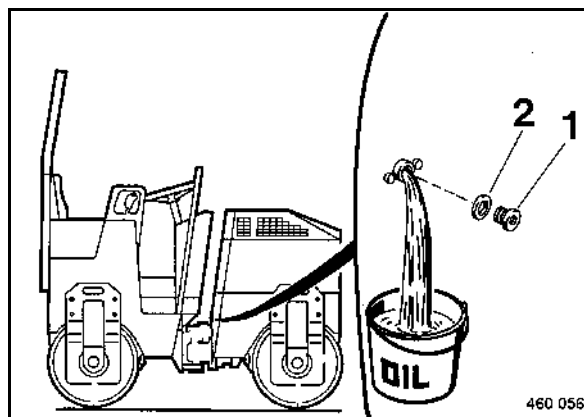

fig. 101
- Dévisser le bouchon de vidange (1) (fig. 101) et recueillir l'huile dans un récipient approprié.
- Revisser le bouchon de vidange (1) avec un joint neuf (2).